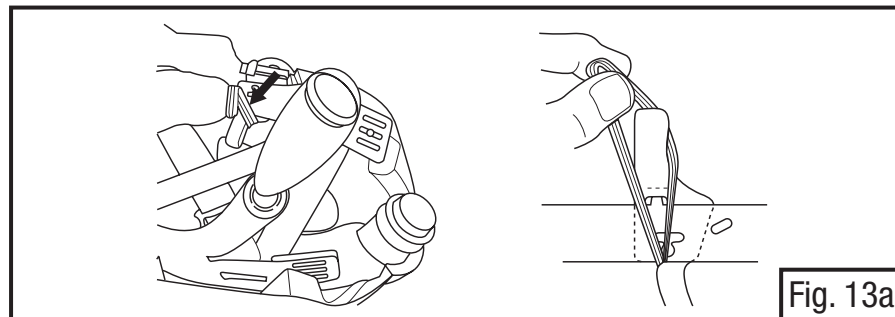

Fig. 13a
- Abaisser le cadre de la visière et retirer les languettes en plastique de la membrane d'étanchéité faciale des points de fixation en « T » du serre-tête (Fig. 13a et 13b).
- Saisir la boucle élastique de la membrane d'étanchéité faciale et la faire passer par-dessus le serre-tête de la coiffe et la fixer sur la languette en plastique (Fig. 13a).